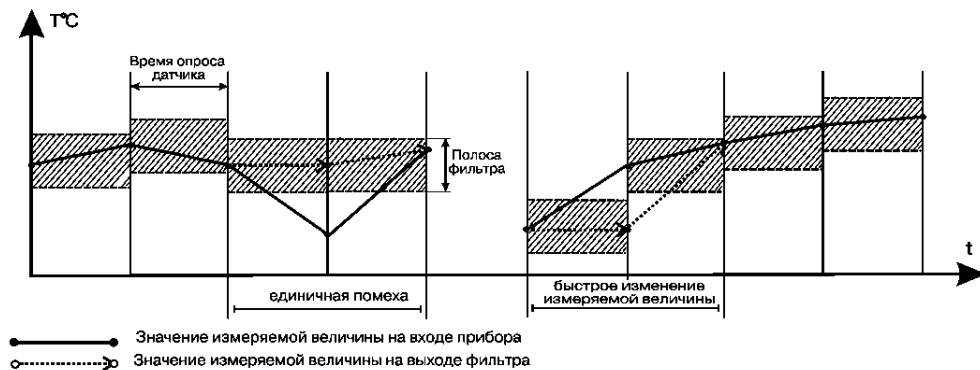

Рисунок 3.7
3.1.3.2 Параметр **b0-2**, называемый полосой цифрового фильтра, позволяет защитить измерительный тракт от единичных помех. Полоса фильтра задается в единицах измеряемой величины. Если полученное значение отличается от предыдущего на величину, большую, чем установлено в этом параметре, то прибором производятся повторные измерения, до тех пор, пока полученное значение не попадет в заданную полосу (рисунок 3.7). В течение всего этого времени на цифровом индикаторе остается старое значение измеренной величины.